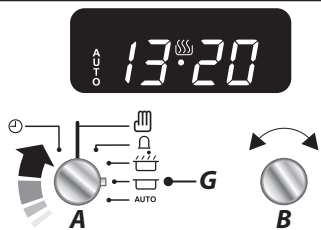

Fig. 3.6
2. Tournez le bouton de Réglage (B) pour définir la durée de cuisson souhaitée. L'écran affiche l'heure en cours, plus la durée de cuisson supplémentaire que vous avez définie (**Fig. 3.6**).